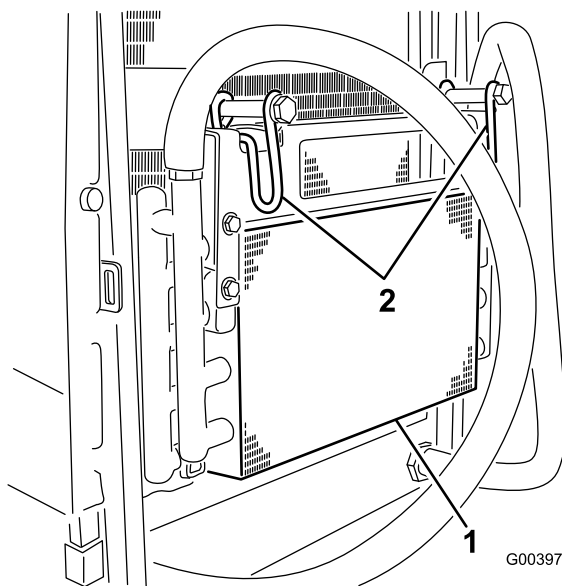

Figura 62
5. Girate i fermi verso l'interno per rilasciare il radiatore dell'olio (Figura 62).